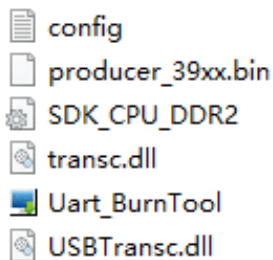

图 1-1 Uart\_BurnTool 文件夹
- (2) 把位于 SDK 发布包中的  sdk\_V1.01 拷贝到 PC 上（PC 建议安装 Windows10、Windows7 操作系统）的某个本地硬盘。
- (3) 解压  sdk\_V1.01，找到 tools 目录下的文件夹  uart\_burntool 并打开，确认包含图 1-1 所示配置文件，并确认  Uart\_BurnTool 版本在 V1.1.03 及以上。